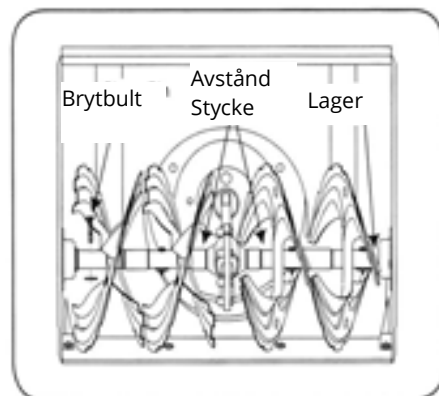

Fig. 19
- Skruven är fäst vid spiralaxeln med två fjäderbultar och en splitter. Om skruven skulle träffa ett främmande föremål eller is, är snöslungan konstruerad så att bultarna går sönder. Se bild 19.